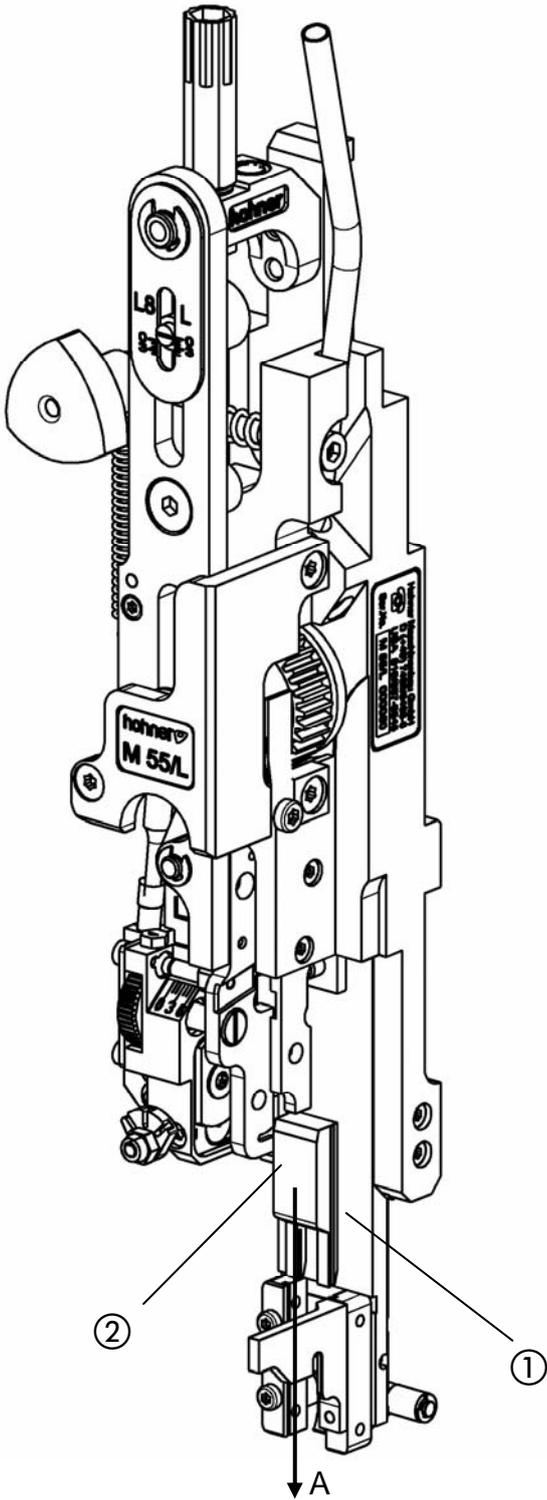
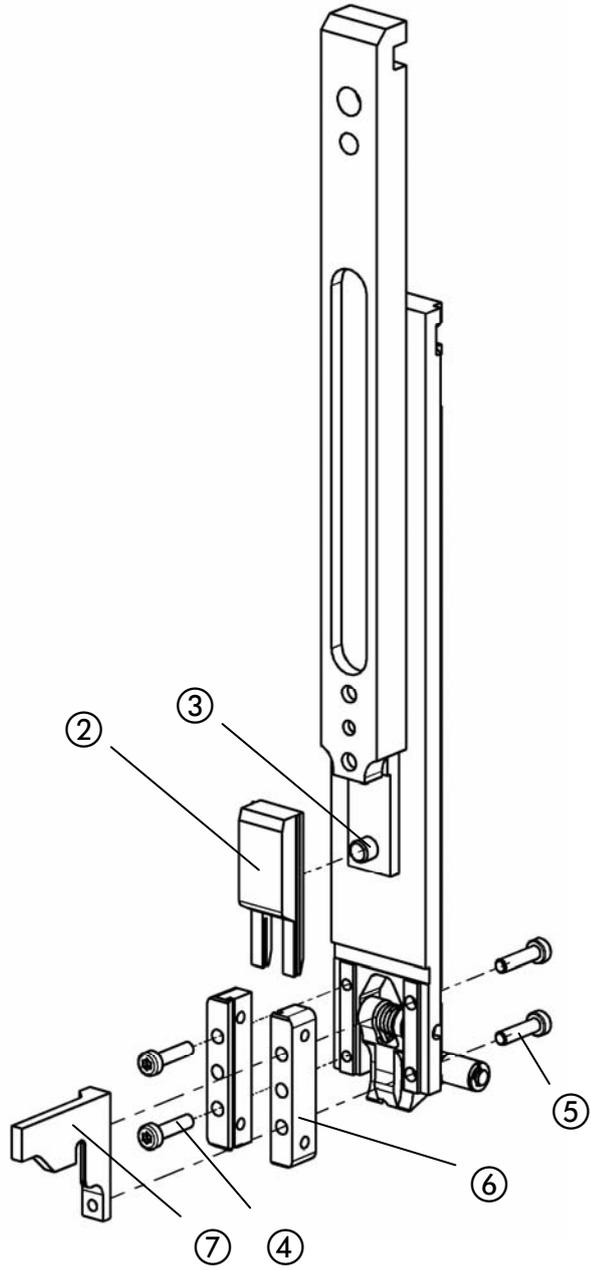

Abb. 21
Abb. 22
- Abb. 21 , Abb. 22 -
- Abb. 21, Abb. 22 -